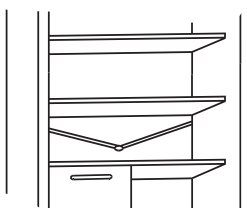

Fig.12
- Houd de afvoerleiding (fig. 12) schoon in het koelgedeelte en hou het vrij van water.